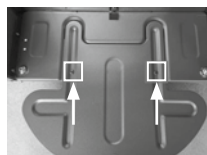

figura 2
- Abra a placa inferior e fixe a placa inferior com 2 parafusos; consulte a figura. 2.